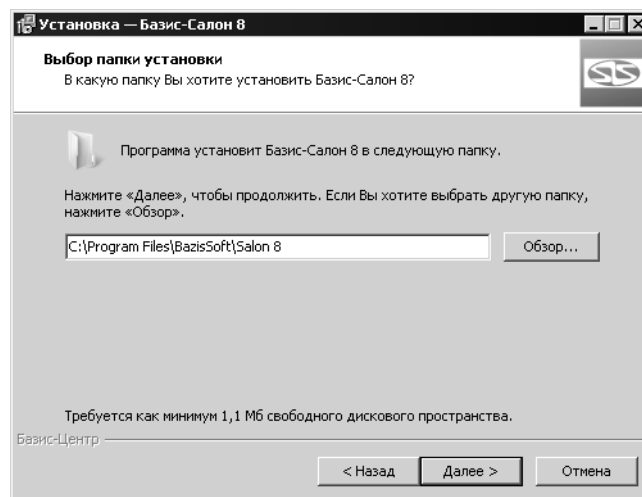

Рис. 1.6.
4. Укажите папку установки модуля (рис. 1.6).